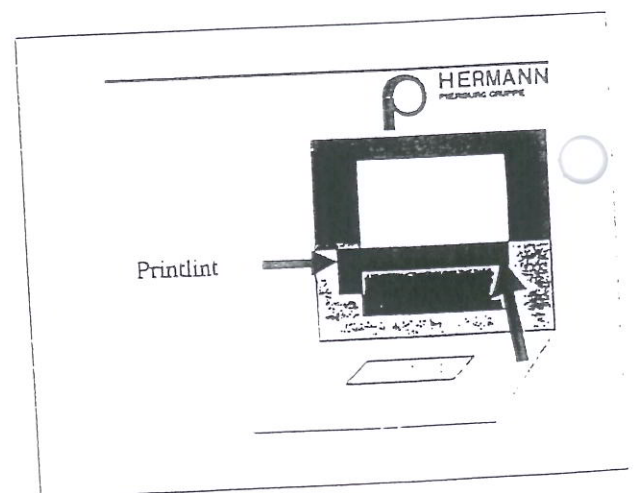

Fig. 22 Printerklepje geopend
- Druk voorzichtig op de rechterkant van de printlint (pijl in Fig. 22) en verwijder het oude lint;